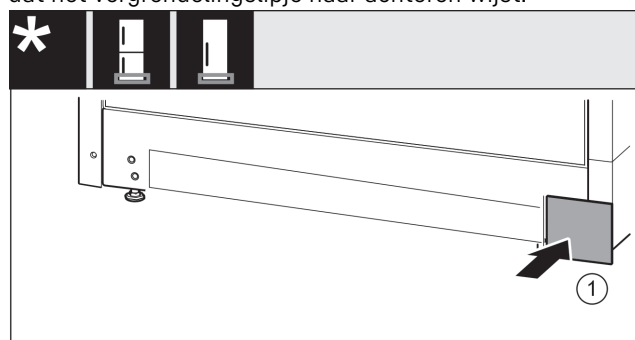

Fig. 16
- Afdekking Fig. 16 (1) van de andere zijde weer er in steken.